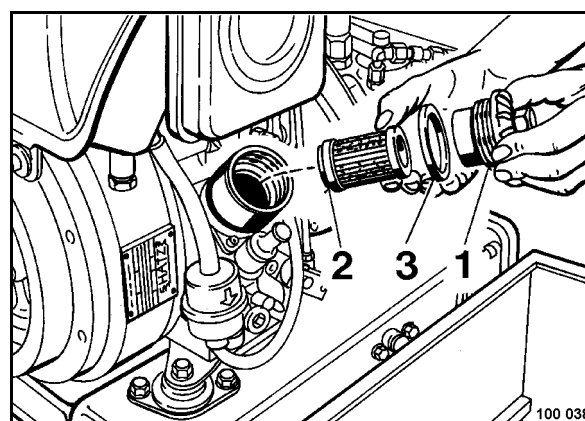

Рис. 61
- Отвинтить и очистить крышку масляного фильтра (1) (Рис. 61).
- Вставить вниз новый фильтр с насадкой (2).
- Проверить в крышке масляного фильтра уплотнительное кольцо (3); при необходимости, заменить.
- Завинтить до отказа крышку масляного фильтра (1).